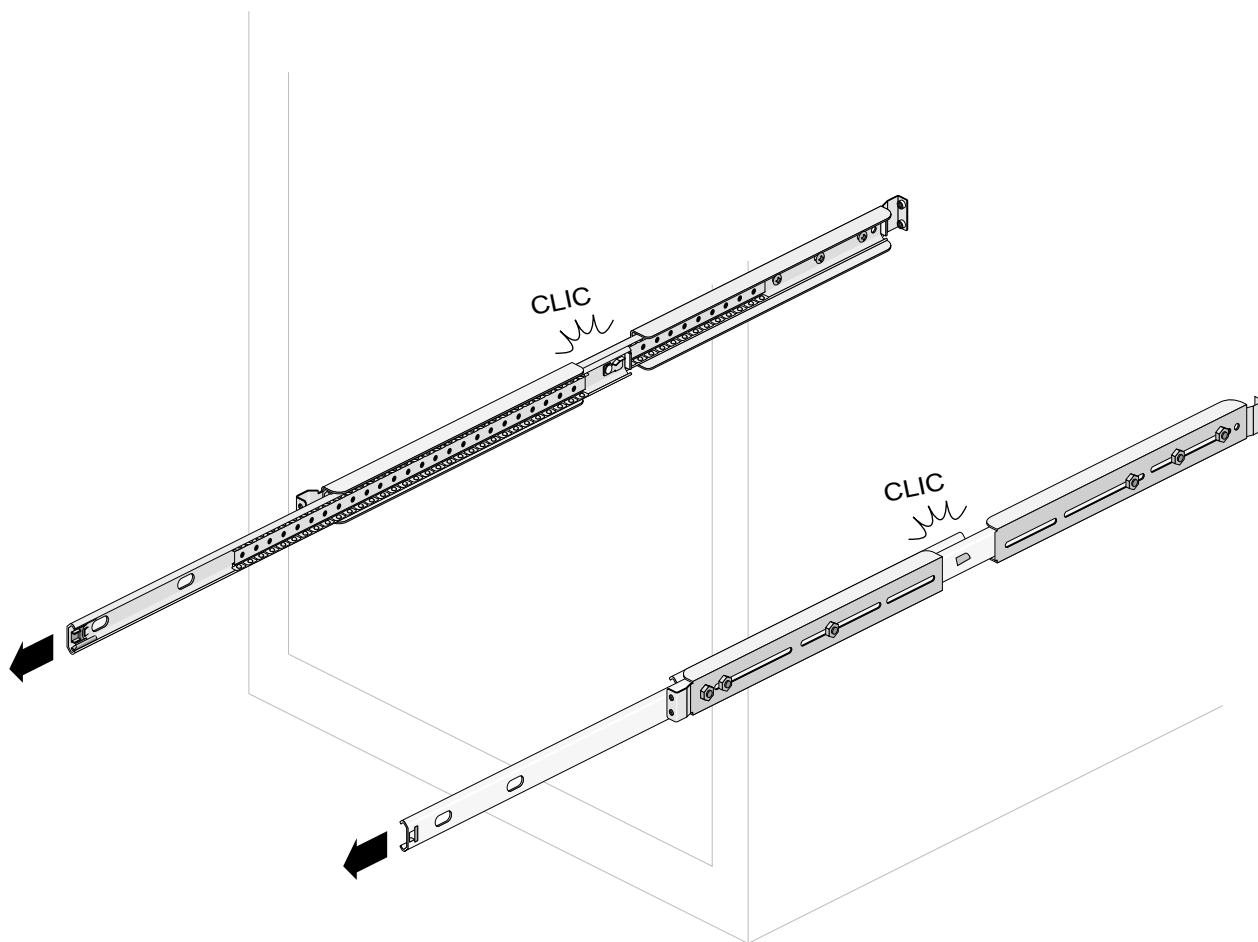

Figure 2-9 Coulissement des glissières sur le châssis
1. Sortez complètement les glissières gauche et droite du châssis (voir la Figure 2-9 pour plus de détails). Une fois complètement sorties, les glissières s'enclenchent.